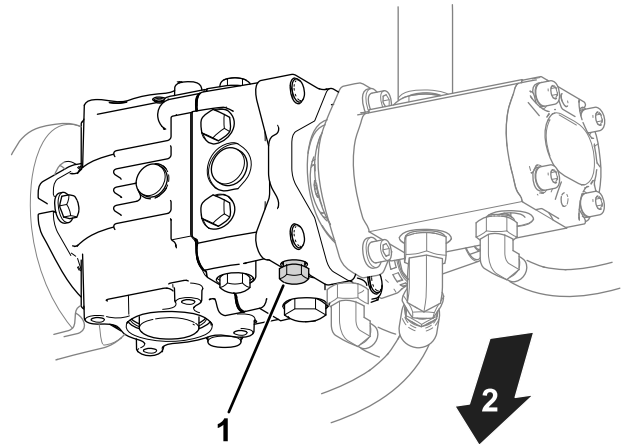

Figura 26
1. Localice la válvula de desvío en la bomba (Figura 26).